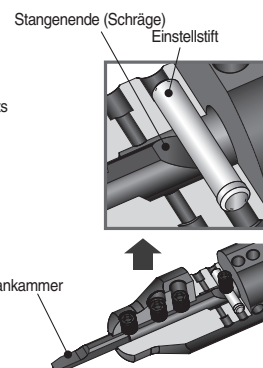

Abb. 7: Befestigte Stange
- (1) Setzen Sie die Stange in die Hülse ein, wobei die Spannkammer nach oben zeigt. Klemmen Sie die Schräge am Ende der Stange mit dem Einstellstift sicher fest. Die Stange darf sich nicht bewegen (Abb. 7).
- (2) Ziehen Sie die Spannschraube mit Schraubenschlüssel (LW-2) fest, um die Stange zu befestigen.